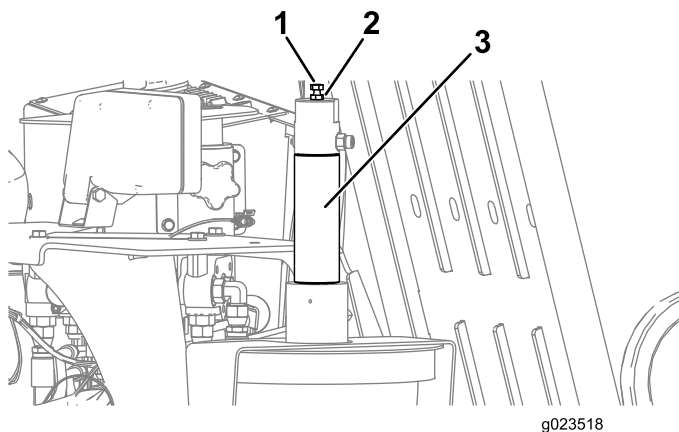

Bild 56
1. Lösen Sie die Klemmmutter an der Einstellschraube auf dem Kolben des TJC-Applikators (Bild 56).